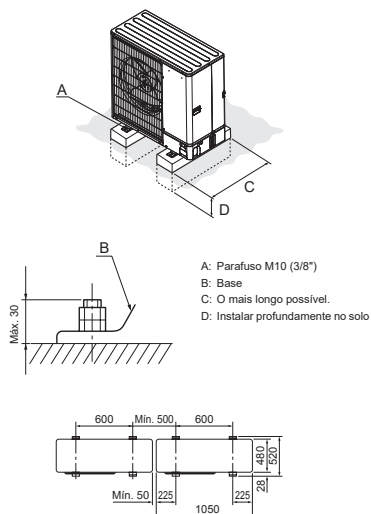

Fig. 4-1
- Certifique-se de instalar a unidade numa superfície firme e nivelada para evitar estrépidos durante a operação. (Fig. 4-1)